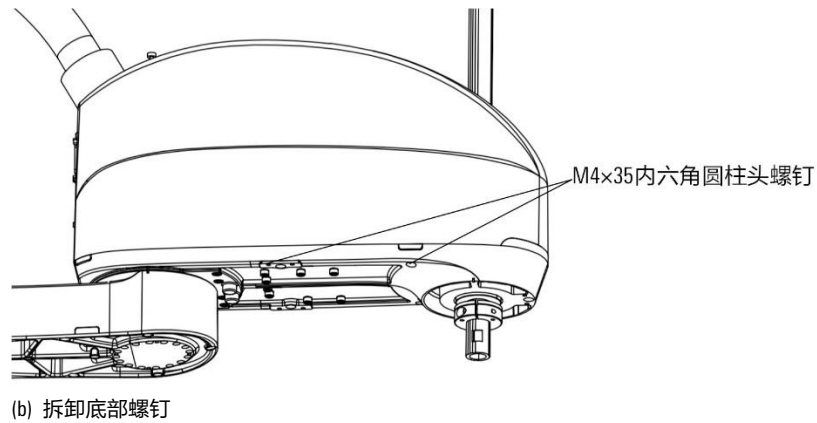

图 8-5 拆卸小臂外壳螺钉示意图
- 步骤2. 用内六角扳手拆下固定小臂外壳的 M3×6 内六角平圆头螺钉与 M4×35 内六角圆柱头螺钉，并拆卸掉小臂的外壳，参考图 8-5。